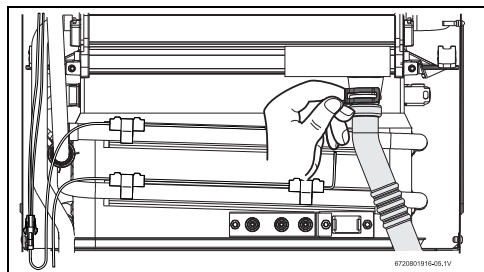

Рис. 33
- Снимите зажим и отсоедините сливную трубу, см. Рис. 33 .